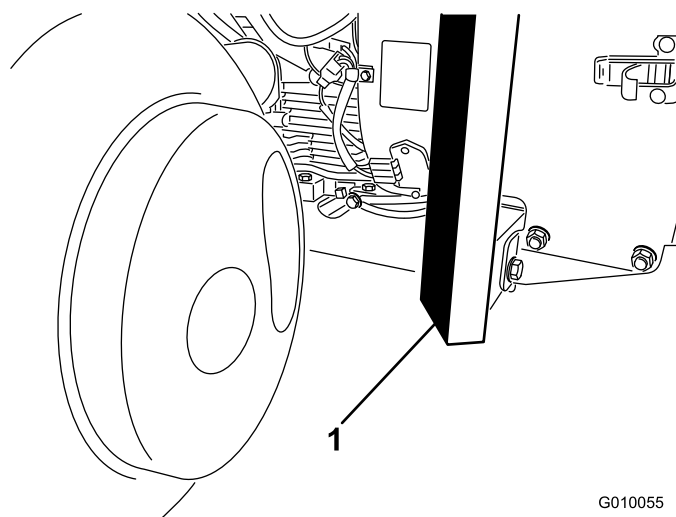

Figura 37
3. Posicione bem o macaco debaixo da parte da frente da estrutura (Figura 37).